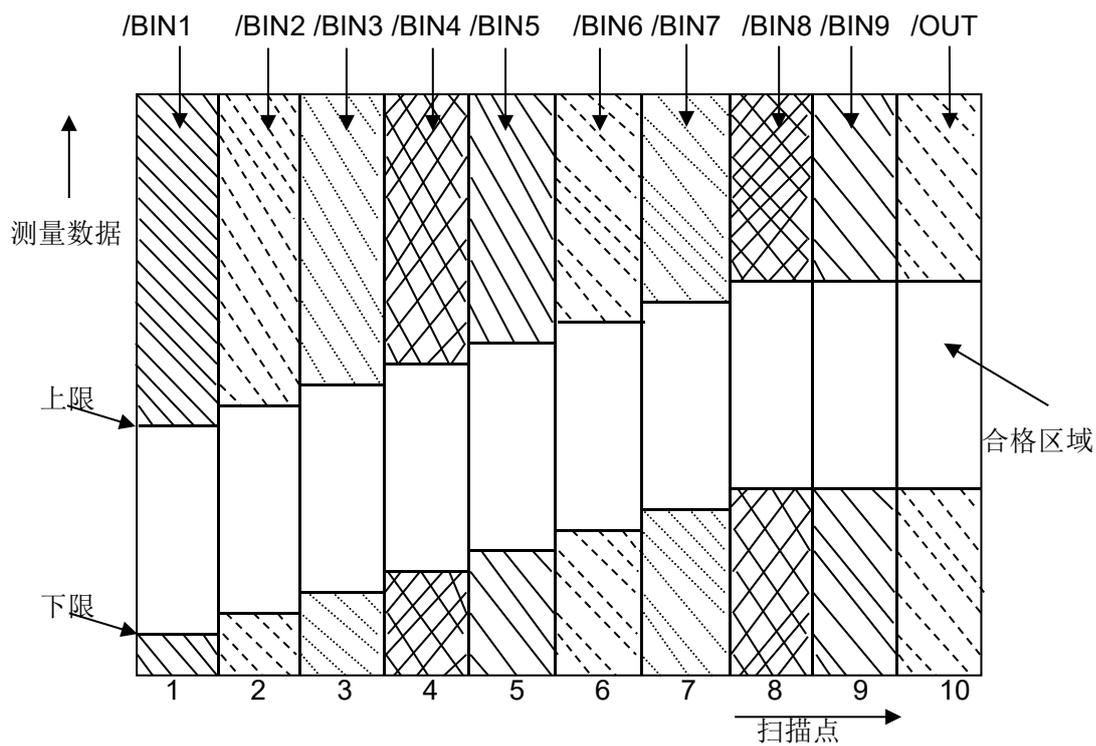

图 4 列表扫描比较功能信号区域示例
- /BIN1 - /BIN9 和 /OUT 信号指示为各扫描点的 IN/OUT（合格或超差）判别。参见图 4。/AUX 信号指示为 PASS/FAIL 判别，（在一次扫描期间列表中有一个或多个不合格）。